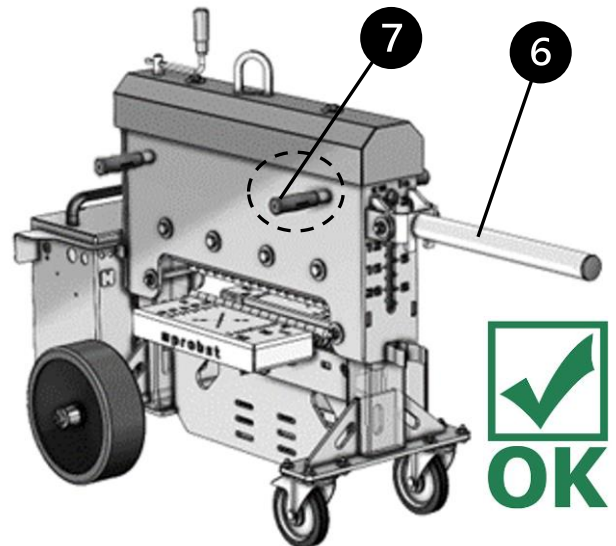

Abb. 2
- For å gjøre dette må transportspaken **6** flyttes til horisontal posisjon. → Abb. 2